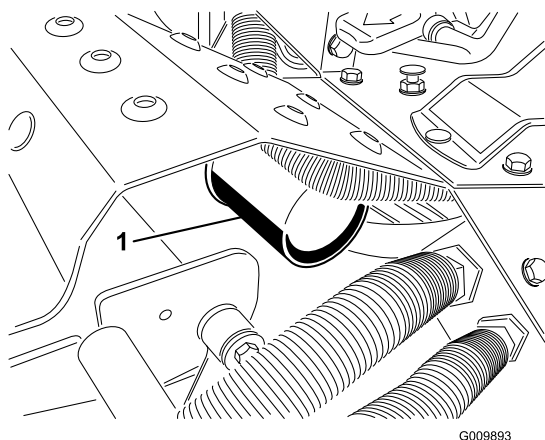

Figura 61
3. Pulite l'area attorno al filtro dell'olio idraulico (Figura 61). Togliete il filtro dalla parte inferiore dell'alloggiamento e lasciate defluire l'olio in una bacinella di spurgo. Utilizzate una chiave per filtri di tipo inferiore. Smaltite il filtro dell'olio nel rispetto dell'ambiente.